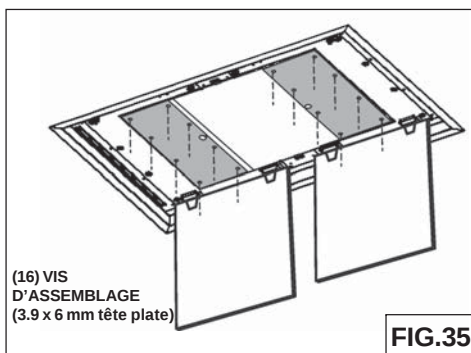

FIG.35
1. Remonter les (2) panneaux intérieurs avec (8+8) vis 3,9x6 mm. Voir Fig. 35.